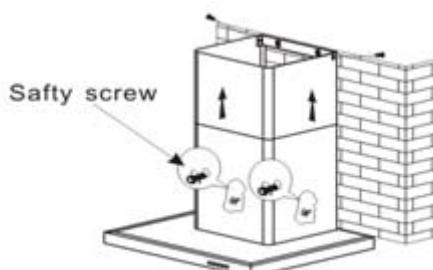

fig. 6
- Soulever la cheminée supérieure jusqu'au plafond et la fixer à l'étrier à l'aide des vis. (fig. 6).